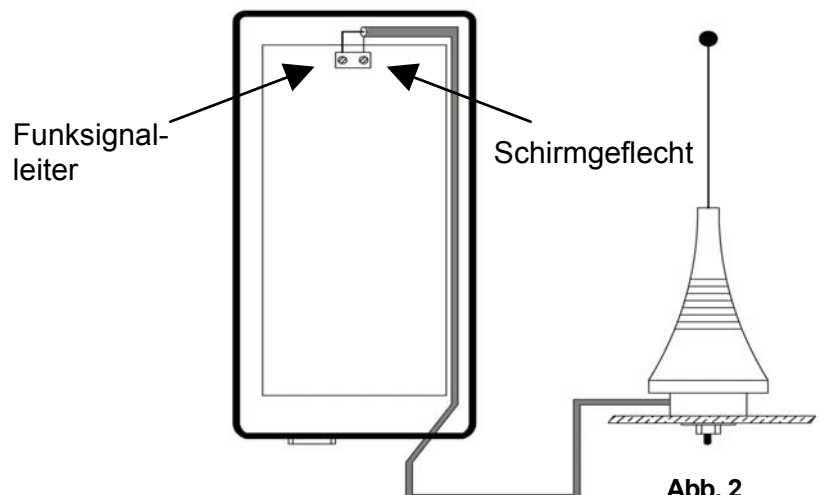

Abb. 2
- Das Kabel der externen Antenne durch die neue Bohrung führen und an der Klemmenleiste anschließen: das Schirmgeflecht des Kabels wird am rechten Kontakt angeschlossen, und der Funksignalleiter am linken Kontakt (Abbildung 2);